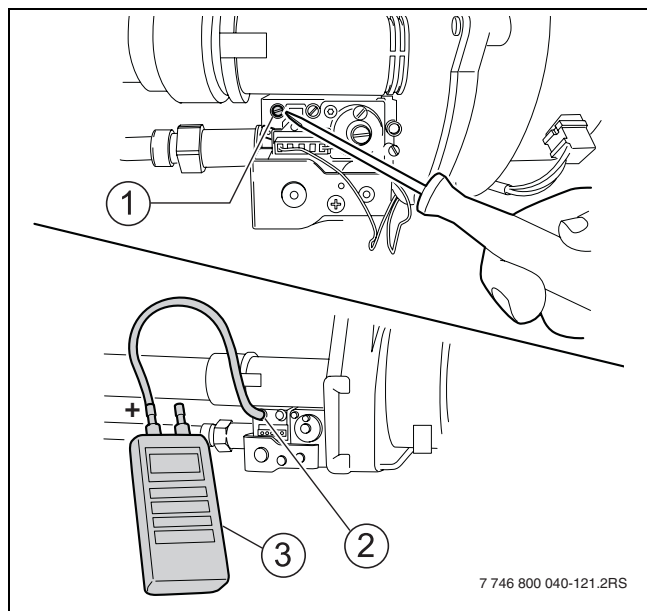

Fig. 38 Misurare la pressione dinamica del collegamento del gas
- Allentare di due giri la vite di bloccaggio del nipplo di misura (→ fig. 38, [1], pag. 38) per nipplo di misura della pressione del rapporto gas/aria.